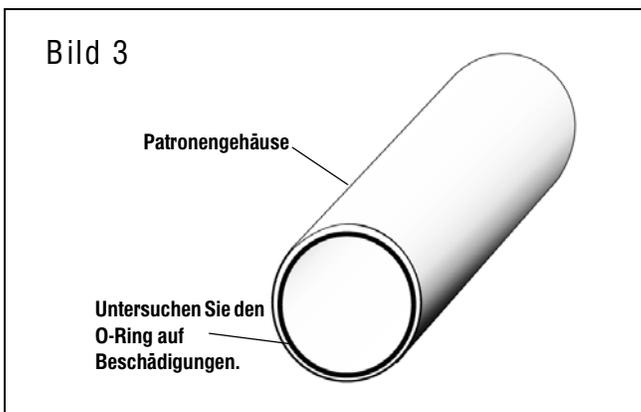

Bild 3
3. Untersuchen Sie den O-Ring und ersetzen Sie ihn, wenn er beschädigt ist. (Siehe „Ersetzen des O-Rings“ und Bild 3 auf dieser Karte.)